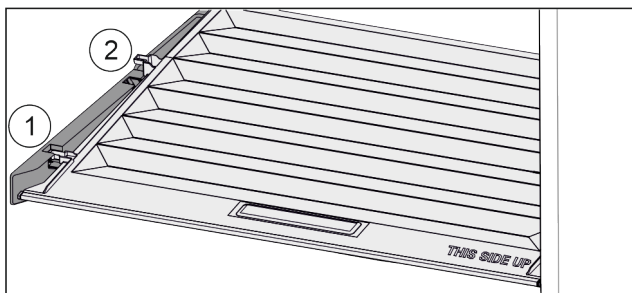

Fig. 40
- Veko potiahnite dopredu až k otvoru v prídržných dieloch Fig. 40 (1).
- Vzadu ho nadvihnite zospodu a zložte smerom nahor Fig. 40 (2).